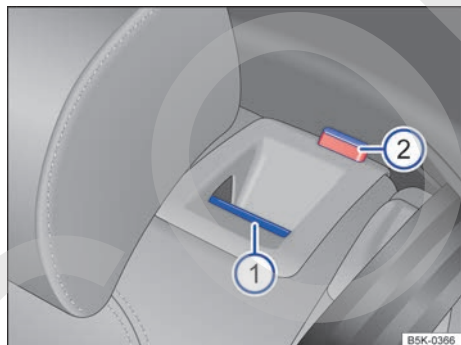

Fig. 107 En el respaldo del asiento trasero: tecla de desbloqueo ①; marca roja ②.
- Tire de la tecla de desbloqueo → fig. 107 ① hacia delante. La parte desbloqueada del respaldo se abate automáticamente hacia delante.
- La parte en cuestión del respaldo está desbloqueada cuando se ve la marca roja ②.
El respaldo del asiento trasero está desbloqueado cuando se ve una marca roja → fig. 107 ②.